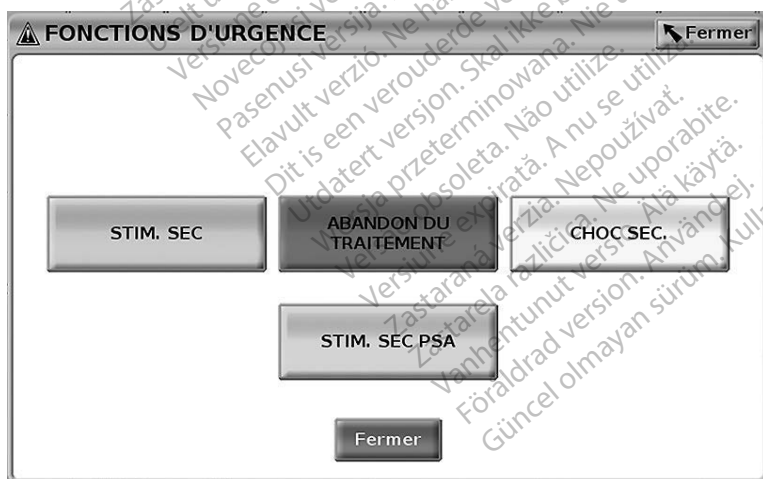
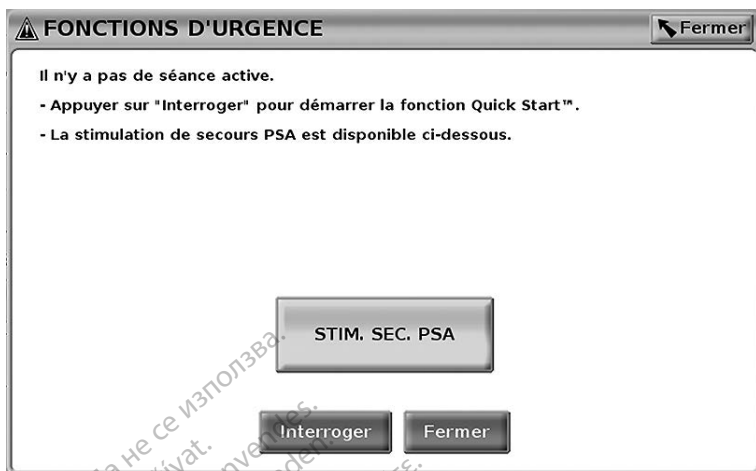

Figure 20. Le bouton SEC. rouge surgit pendant une session de GI haute tension avec le logiciel PSA s'exécutant
Figure 22. Le bouton rouge STIM. SEC. PSA surgit en dehors de toute session du GI avec le logiciel PSA s'exécutant
Le bouton SEC.  se trouve en haut à droite du programmeur modèle 3300 pour assurer un choc ou une stimulation d'urgence. La fonction SEC. est disponible au même emplacement, pour lancer une STIM. SEC. PSA ou administrer un choc ou une stimulation d'urgence à tout moment. La pression du bouton SEC. affiche l'écran Fonctions d'urgence, comme illustré à la Figure 20 et à la Figure 22. Vérifier l'étiquetage du générateur d'impulsions pour obtenir des détails précis sur les paramètres SEC.
- Pendant une communication par télémétrie avec un GI haute tension (DAI ou CRT-D), une fenêtre contextuelle s'affiche permettant à l'utilisateur de lancer une commande STIM. SEC., CHOC SEC. ou ABANDON DU TRAITEMENT. Si une session du PSA est en cours, l'option STIM. SEC. PSA s'affiche également, comme illustré à la Figure 20 en page 33.
- En l'absence de communication avec un GI, un bouton d'interrogation s'affiche avec un texte incitant l'utilisateur à effectuer un Quick Start pour tenter d'identifier le dispositif (se reporter à la Figure 22 en page 35). Une fois dans une session avec un dispositif transveineux implanté, appuyer de nouveau sur le bouton rouge SEC. pour afficher les options disponibles.
Dans la Figure 20, les boutons de la rangée du haut (STIM. SEC, ABANDON DU TRAITEMENT et CHOC SEC.) s'affichent uniquement au cours d'une session de GI haute tension. STIM. SEC. PSA s'affiche lorsque la fonctionnalité PSA est active.
Pendant une session PSA seulement (sans GI interrogé), la boîte de dialogue à la Figure 22 s'affiche alors avec le bouton STIM. SEC. PSA.